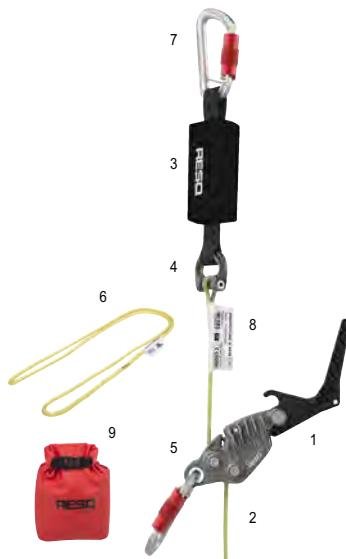

Bild 1
**Smartline X** är ett komplett system som består av följande delar (se bild 1):